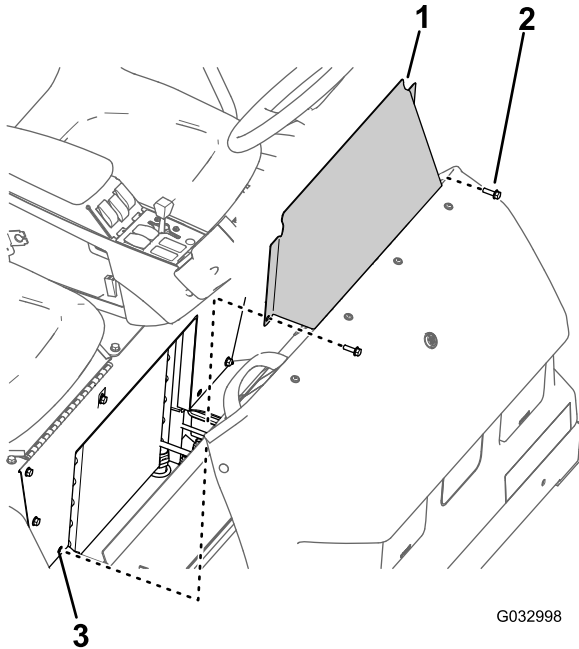

Figura 69
- Retire os 2 parafusos de cabeça flangeada que fixam o painel de acesso da base do banco à base do banco (Figura 69).
- Retire o painel de acesso da base do banco da máquina (Figura 69).
- Alinhe os orifícios no painel de acesso da base do banco com os orifícios na base do banco (Figura 69).
- Monte o painel de acesso da base do banco com os 2 parafusos de cabeça sextavada (Figura 69) que retirou no passo 1 de Remoção do painel de acesso da base do banco (página 58).